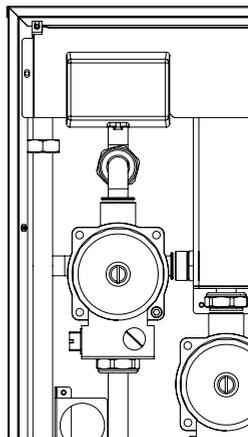

Figura 5.2
- Per la sostituzione della pompa della zona in alta temperatura rimuovere la scatola elettrica Figura 5.2 svitando le viti.